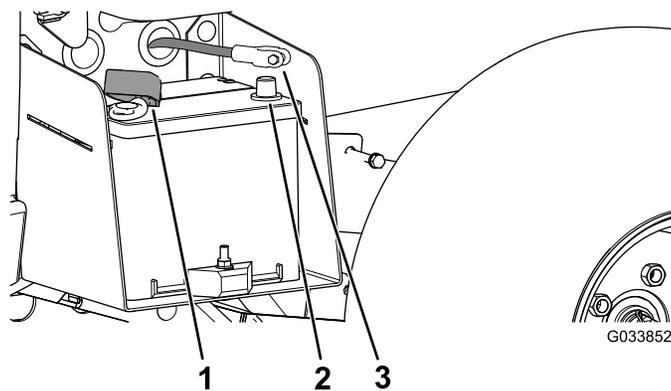

Figura 5
3. Collegare il cavo positivo (rosso) al morsetto positivo (+) della batteria, e fissatelo con i bulloni e i dadi (Figura 5).